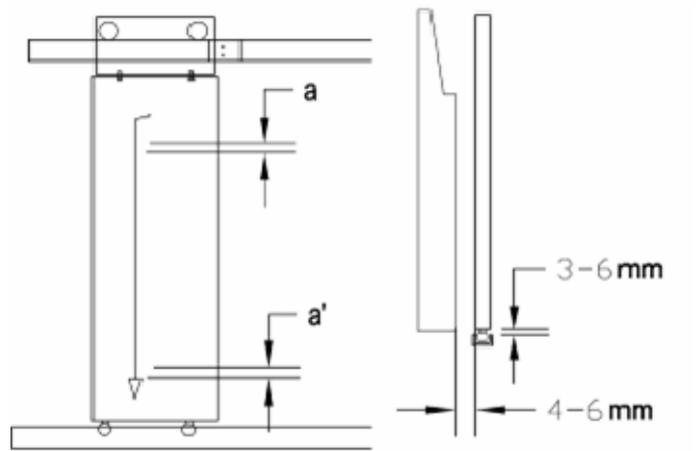

图 13
- ④ 调节 4 快门板的垂直度和门板运行间隙，每块门板的垂直度偏差 $\leq 1\text{mm}/1000\text{mm}$ ，见图 13。调节轿门慢门板窄边垂直度，要求门板下端与轿厢壁垂直度偏差 $\leq 1\text{mm}$ 。门板与门板间，门板与轿壁间运行间隙调整至 4~6mm。调整门板与地坎间隙至 3~6mm，见图 13。